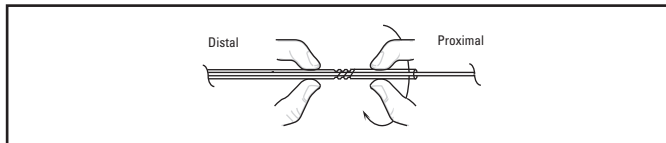

Abbildung 3: Verriegeln durch Drehung im Uhrzeigersinn
5. Den Twist-Lock-Mechanismus durch Drehen im Uhrzeigersinn verriegeln (siehe Abbildung 3) und das sich verjüngende distale Ende der Einführschleife durch das hämostatische Drehventil (RHV) in den Ansatz des Zweispitzen-Mikrokatheters stecken, bis die Schleife fest sitzt. Ein leichtes Biegen der Einführschleife zeigt an, dass sie richtig sitzt. Das hämostatische Drehventil (RHV) an der Einführschleife festziehen, um einen Blutrückfluss zu vermeiden, jedoch nicht so fest, dass die Spirale während der Einführung in den Katheter beschädigt wird.